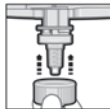
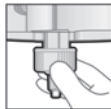

Fig. 3
Fig. 4.1
5. Se il puntali di miscelazione è posizionato correttamente (Fig. 3), spingere l'Anello di Fissaggio Dynamix sul puntali di miscelazione fino al punto di arresto e ruotarlo verso destra (1/4 di giro), finché non si blocca. (Fig. 4.1, 4.2, 5)